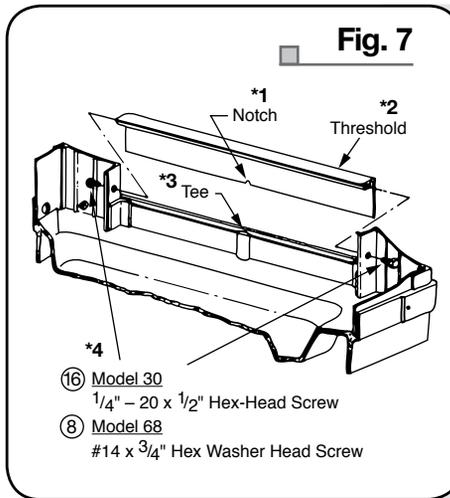

Fig. 7
8. Set Threshold in place between the front support extrusions. Be sure that threshold "notch" is locked into base "tee" section. Insert a 1/4" - 20 Hex Head Screw through the pre-punched hole in the front support flange and screw into the threaded area of the Threshold. Follow the same procedure for the other side. After both screws are started, tighten securely. (Fig. 7)
8. Coloque el umbral en medio de los moldeamientos de los soportes frontales. Asegúrese de que la ranura del umbral trabaje con la división "T". Inserte un tornillo de cabeza hexagonal 1/4" - 20 en el orificio marcado en el reborde del soporte frontal y atornille en el área roscada del umbral. Repita el procedimiento para el otro lado. Una vez que los dos tornillos estén colocados, ajústelos hasta que queden firmes. (Fig. 7)
8. Installez le seuil de porte entre les extrusions du support avant. Assurez-vous que l'encoche du seuil est insérée dans la section en T de la base. Insérez une vis à tête hexagonale n° 20 de 1/4 po par le trou du raccord de support avant puis dans le trou correspondant du seuil de porte. Procédez de la même façon pour l'autre côté. Une fois les 2 vis en place, serrez-les à tour de rôle. (Fig. 7)